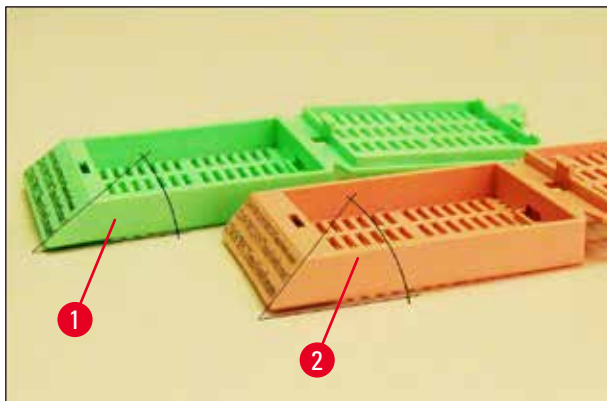

図 8
- (→ "図 8") に示すように、カセットには、印字面の角度（底面を基準に測った角度）が 35 ° (→ "図 8-1") と 45 ° (→ "図 8-2") の 2 種類があり、角度によって印字可能面の大きさが異なります。